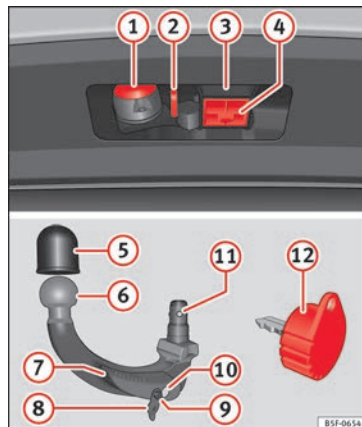

Abb. 208 Halterung der Anhängervorrichtung / abnehmbarer Kugelkopf / Schlüssel
Legende zu » Abb. 208
- Den Verschlussdeckel der Hakenaufnahme (4) » Abb. 208 nach unten abnehmen.